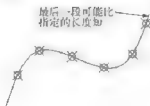

图 3-72
**步骤3：**在命令窗口中输入指定线段的长度值，按 Enter 键完成等距等分。在这里输入等距等分的数值“10”，按 Enter 键，完成等距等分的设置，如图 3-72 所示。